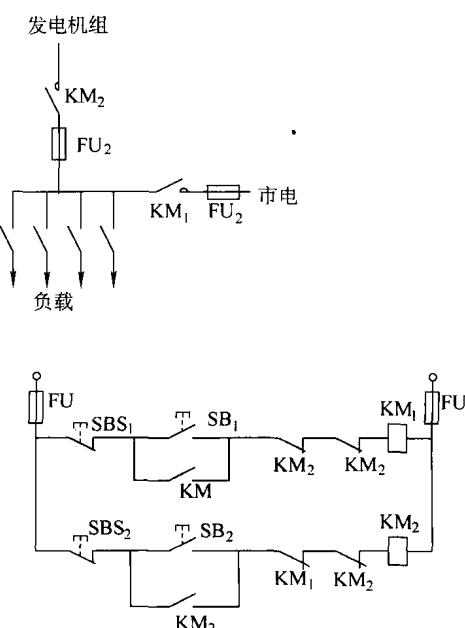

图 1-3 互锁装置电路图
3) 发电机不得与电网供电系统连接,如必须与电网供电系统连接时,其总开关与电网供电系统总开关必须有互锁装置,见图 1-3。